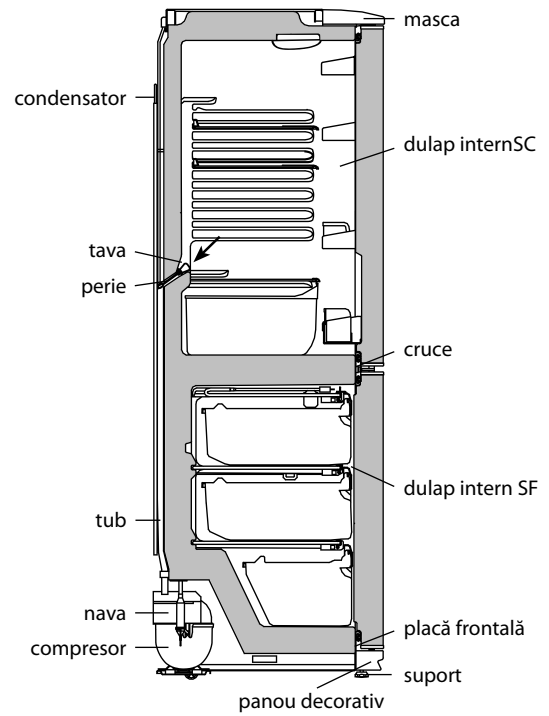

Figura 4 – Schema de eliminare a apei topite din SF
2.3.1 În SF se utilizează sistemul automat de dezghețare. Chucura, care apare pe peretele din spate a SF, se topește în ciclul de dezghețare la deconectarea compresorului și se transformă în picături de apă. Picăturile de apă topită se scurg în vas și prin gaură în tavă patrund în țeavă navei pe compresor, în conformitate cu figura 4 unde și se evaporă. În gaura tavii este instalată o perie pentru a preveni înfundarea sistemului de evaporare.
Prezența apei în tavă indică la blocarea posibilă a scurgerii apei. Pentru a elimina contaminarea trebuie a curăța cu peria gaura în tavă, astfel că apa să se scurgă fără obstacole un vas, se spală peria și se instalează în conformitate cu figura 4.
ATENȚIE! Apa, care a apărut la partea de jos a SF poate trece în interiorul secției și poate provoca coroziunea dulapului în conformitate cu figura 4 și să conducă la esirea din funcție a frigiderului.